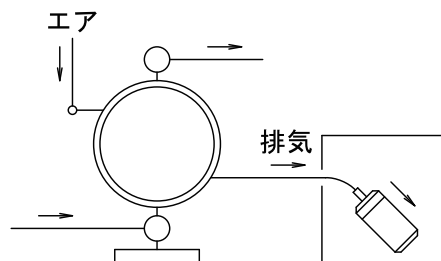

Fig.3.2
- *排気は液材中ではなく外部に開放してください。方法は後述の<NOTE>外部排気の方法 Fig.3.2を参照してください。